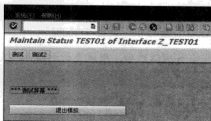

图 12-44 模拟测试
STEP 9 用同样的方式添加第 2 个按钮，完成后单击工具条上的“”按钮，输出结果如图 12-44 所示。